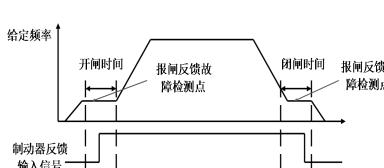

图 6-26 两点有效
- Fd15=1，表示只有在制动器打开或关闭的过程中才检测制动器反馈信号，其他时间均不检测，详见图 6-26。
- Fd41=1，表示只有在制动机打开或关闭的过程中才检测制动机反馈信号，其他时间均不检测，详见图 6-26。